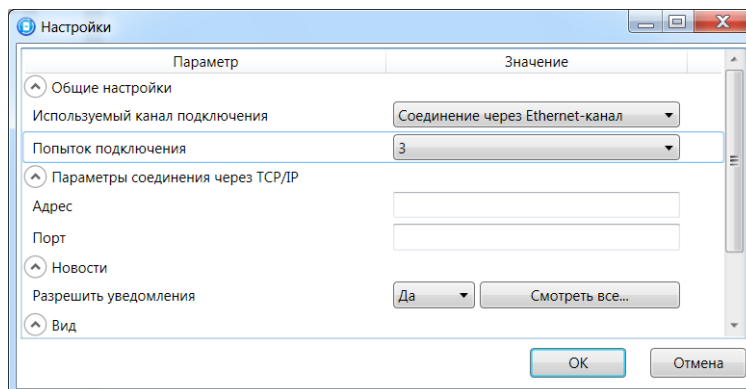

Рис. 8.3. Параметры подключения по каналу Ethernet
1. Щелкните левой кнопкой мыши по меню *Настройки* в основном окне программы *Конфигуратор Профессионал*, в результате чего откроется окно *Настройки* (рис. 8.3).